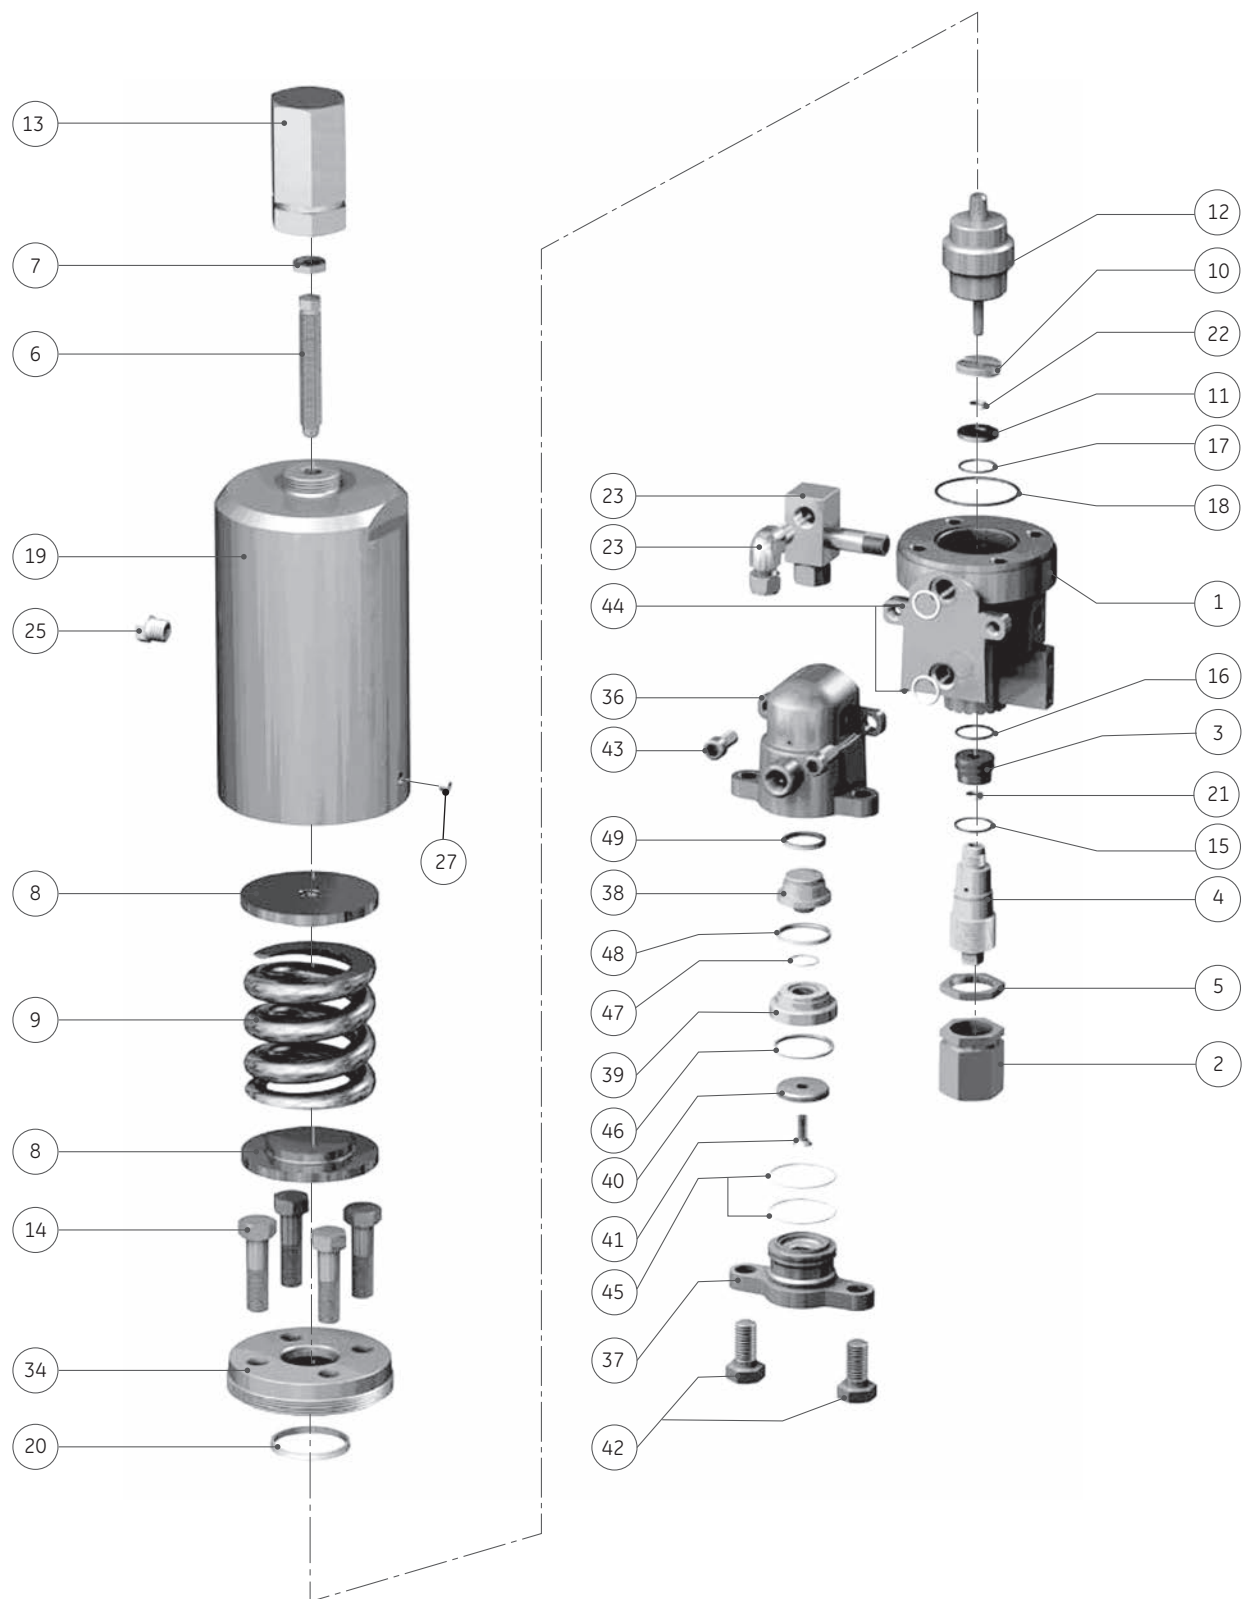

Figura 53: Desmontagem da 39MV07
3. Se uma alavanca de elevação estiver instalada, também use a Figura 52 para remover o conjunto da Alavanca de Elevação. Então volte à Figura 53 para continuar a desmontagem.